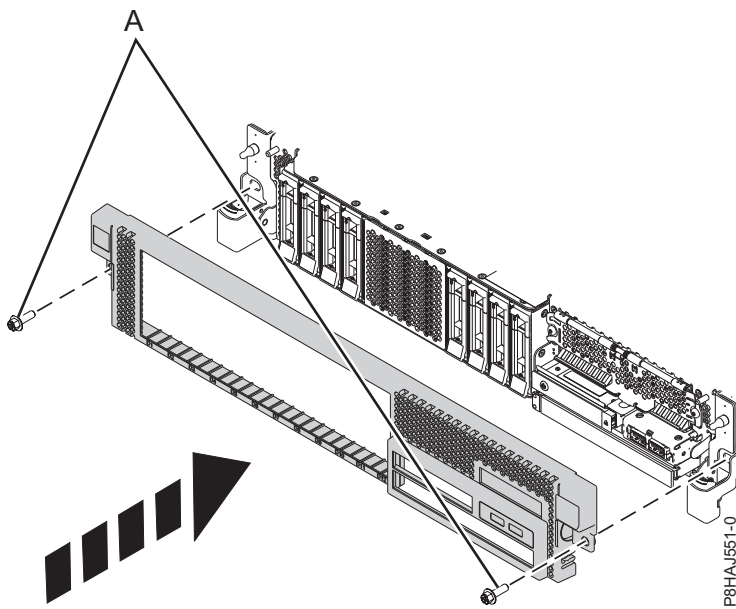

Abbildung 62. Vordere Abdeckung installieren
3. Verriegeln Sie die Entriegelungshebel in die in Abb. 62 auf Seite 110 dargestellte Richtung. Die Abdeckung schnappt ein und weist eine Vertiefung auf, an der Sie sie leichter festhalten können.
4. Bringen Sie die Transportschrauben (A) wieder an.